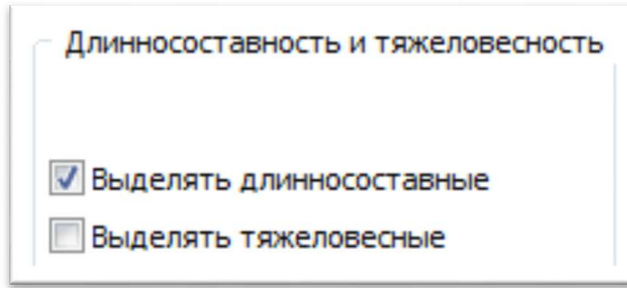

Рис.53. Выбрана опция для выделения нитей длинносоставных поездов
7. Для установки/снятия отображения выделения нитей длиннооставных, тяжеловесных поездов установить/снять соответствующие галочки (см. рис. 53).